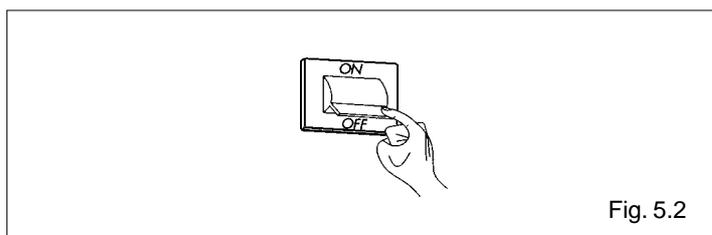

Fig. 5.2
- poner el interruptor general de la instalación en la posición de «apagado» (fig. 5.2)